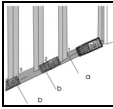

Abb. 13: Messung von Abstand mit Abmessungen
6. Bewegen Sie das Gerät langsam der radialen Linie entlang und betrachten Sie den gemessenen Wert (siehe Abb. 13). Das Gerät zeigt die Pfeile  oder  zur Angabe der Richtung, in die Sie gehen sollen, und läutet, wenn es einen Abstand von 0,1m von den festgestellten Schwellen (a) und (b) erreicht, und läutet dann ununterbrochen, wenn die Schwellen erreicht werden. Die Messung dauert ungefähr 1 Minute und kann durch Drücken der  Taste angehalten werden.